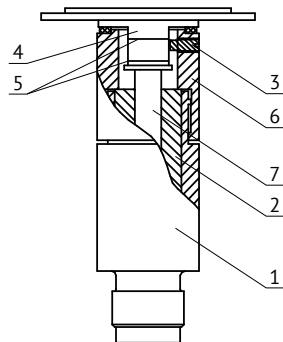
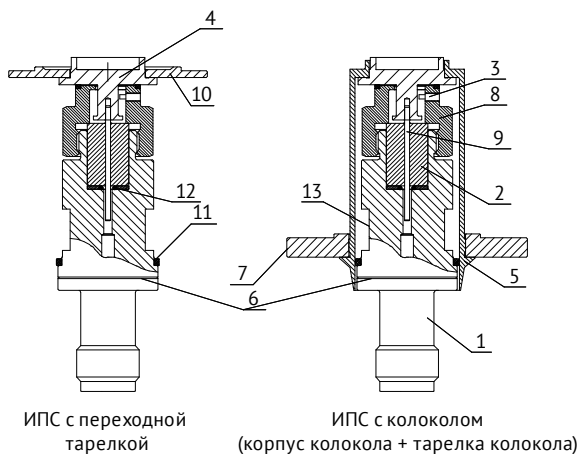

Рис. 5. Устройство ИПС для МП-6...МП-16.
Рис. 6. Устройство ИПС для МП-25...МП-160, МП-200...МП-500 и МП-600.
Рис. 6а.
6.3 Разберите ИПС, для чего: выкрутите стопорный винт и выньте поршень с грузоприёмным устройством, а затем цилиндр. В исполнении гайки 5 (Рис. 5), гайки 8 (Рис. 6) без стопорного винта 3 необходимо ее открутить и осторожно снять вместе с поршнем и грузоприёмным устройством. Далее извлеките цилиндр, а гайку снимите с поршня.
6.13 Смажьте поршень ИПС маслом, аккуратно подведите нижний конец поршня к отверстию в цилиндре и осторожно вставьте. В случае исполнения гайки без стопорного винта необходимо сначала поршень вставить в смещенное отверстие гайки 6, рис. 5, 6.
7.1.8 В зависимости от диапазона измерений на грузоприёмное устройство ИПС необходимо установить колокол (рис. 6) или переходную тарелку (алюминиевая). На МП-6...МП-16 грузы устанавливаются непосредственно на грузоприёмное устройство вне зависимости от величины создаваемого давления.